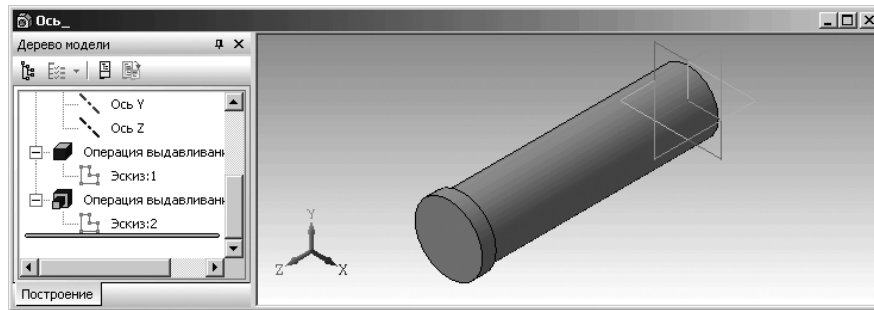

Рис. 1.69. Модель стержня оси с буртиком в изометрическом виде
- щелкните по кнопке  – **Создать объект** на **Панели специального управления**. Появится буртик на стержне оси. Одновременно в окне **Дерево модели** появится ветвь **Приклеить элемент выдавливания:1**, которая включает в себя, если ее раскрыть, эскиз, с помощью которого выполнена эта операция, – **Эскиз:2**. Это состояние окна модели показано на рис. 1.69.